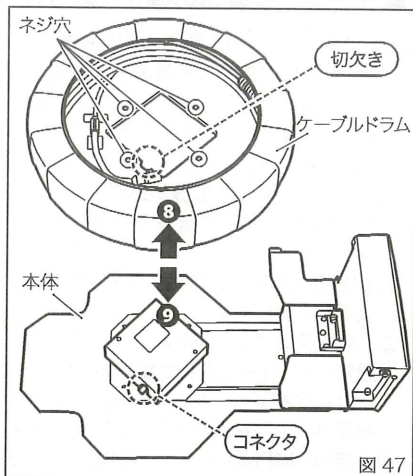

図 47
⑥接続コネクタを外します。
⑦ケーブルドラムを固定しているねじ（座金組込み十字穴付きなべ小ネジ M4×12）4 個を外します。
⑧仮止めテープを外し、ケーブルドラムを上方向にゆっくりと持ち上げ、本体から外します。
⑨ケーブルドラムを外した本体に、本品を仮置きします。仮置きする際には、中央部のコネクタとケーブルドラム側の切欠き部分の位置を合わせます。(図 47)